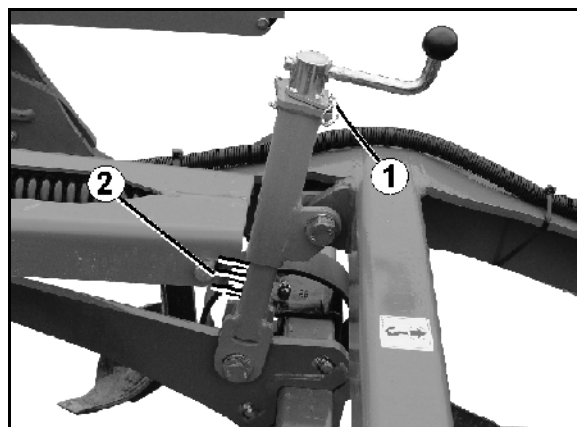

Fig. 41
1. Træk klapsplitten (Fig. 41/1) ud.
- Til orientering har indstillingsenhederne en skala (Fig. 41/2).